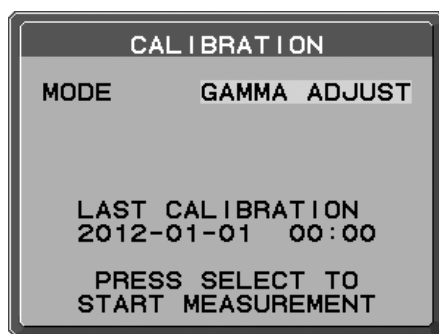

Рисунок 1
- Выберите НАСТР. ГАММЫ в настройке режима (**Рисунок 1**).